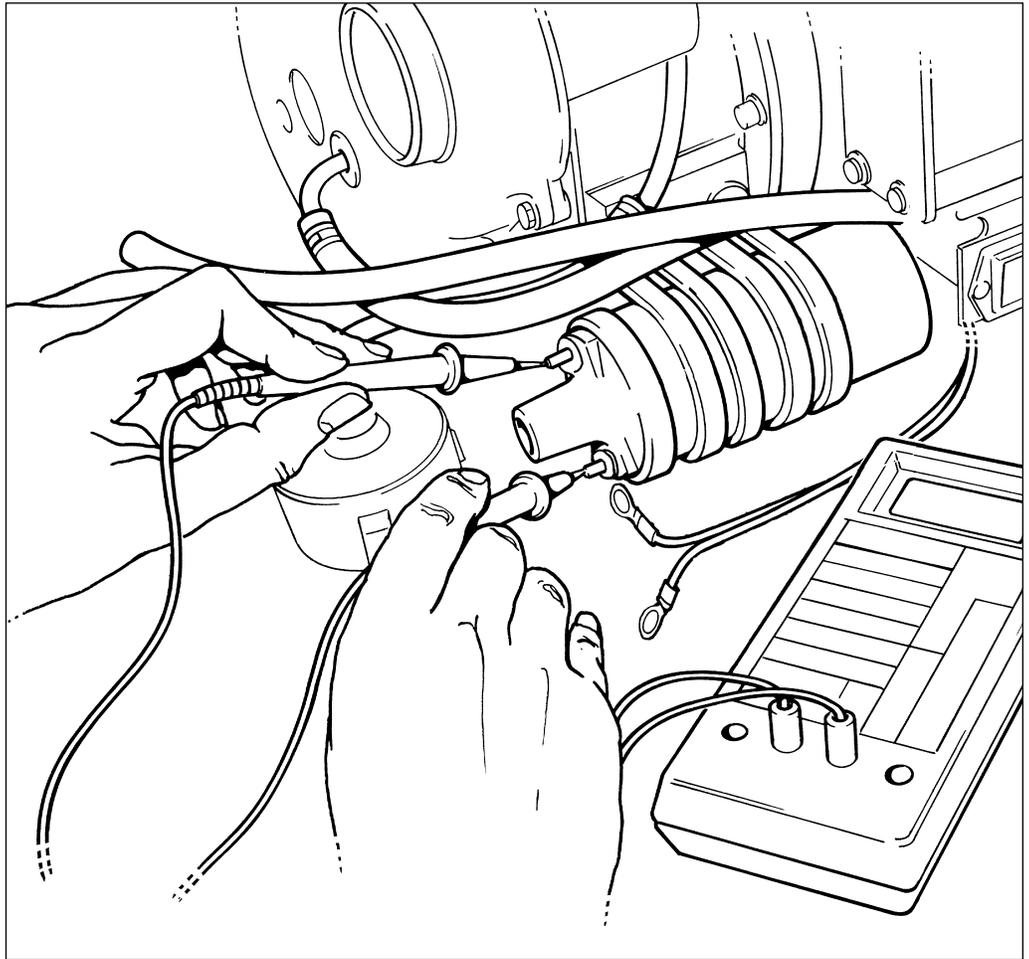

Figure 4-8 Essai de la bobine d'allumage
- Effectuer l'essai de la bobine. (Voir figure 4-8)